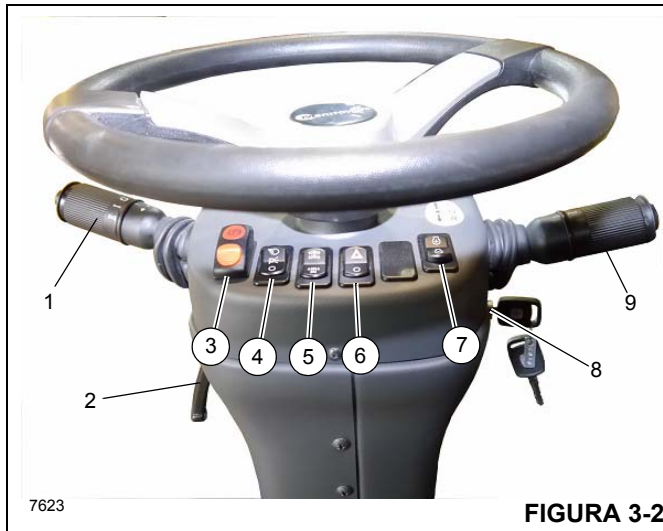

Figura 3-2 Números dos itens+
O conjunto da coluna de direção (Figura 3-2) é uma coluna de direção de pedestal inclinável e telescópica. Ela pode ser inclinada 30° para trás ou erguida verticalmente cerca de 60 mm (2.3 pol.) Inclui também a chave de ignição e outras chaves de controle (Figura 3-2).
A alavanca da sinaleira direcional, a buzina e os controles do limpador/lavador do para-brisa (1) (Figura 3-2) localizam-se no lado esquerdo da coluna de direção. Empurrar a alavanca da sinaleira direcional para baixo faz com a sinaleira direcional esquerda dianteira e a esquerda traseira pisquem. Empurrar a alavanca da sinaleira direcional para cima faz com a sinaleira direcional traseira direita e a dianteira direita pisquem.
A coluna de controle de direção pode ser girada aproximadamente 30° para trás e erguida cerca de 60 mm (2.3 pol.). Gire a alavanca de controle (2) (Figura 3-2) para baixo para travar a coluna de direção no lugar; girar a coluna de direção para cima libera a coluna de direção para ajuste.
A chave de controle do freio de estacionamento (3) (Figura 3-2) localiza-se na frente da coluna de direção. A chave é iluminada quando a chave estiver nas posições LIGADO ou PARTIDA. Esta chave de duas posições (LIGADO/DESLIGADO) é usada para acionar e liberar o freio de estacionamento no conjunto motor-transmissão. A luz indicadora do freio de estacionamento no mostrador do CCS acende quando a chave de pressão no sistema de liberação do freio é ativada e o freio é aplicado.
A chave dos faróis (4) (Figura 3-2) localiza-se na frente da coluna de direção. Este chave de três posições (DESLIGADO/Estacionamento/Farol) controla a operação das luzes dos instrumentos, dos LEDs das chaves e das luzes do marcador na dianteira, traseira e na lateral do guindaste. A chave é iluminada quando a chave estiver nas posições LIGADO ou PARTIDA.
A chave seletora do eixo de tração (5) (Figura 3-2) localiza-se na frente da coluna de direção. Esta chave de duas posições é usada para selecionar tração nas duas rodas (faixa alta) ou tração nas quatro rodas (faixa baixa). A chave controla uma válvula solenoide (energizada pela tração em duas rodas) que opera a faixa de velocidade e os cilindros de desconexão do eixo da transmissão. O fundo do ícone do mostrador de operação CCS fica amarelo quando o guindaste estiver no modo tração nas quatro rodas. Esse ícone piscará se, quando o motor estiver funcionando, a posição da chave for trocada quando a transmissão não estiver em neutro e o pedal do freio não estiver pressionado. O eixo de tração só pode ser alterado quando a alavanca de câmbio estiver em neutro e o pedal do freio estiver pressionado. A chave é iluminada quando a chave estiver nas posições LIGADO ou PARTIDA.
A chave seletora das luzes de perigo (6) (Figura 3-2) localiza-se na frente da coluna de direção. A chave tem duas posições (LIGADO/DESLIGADO) que fazem com que as
A chave de incremento/decremento (7) (Figura 3-2) é uma chave temporária de três posições em que a posição central fixa é a posição desligada. Use essa chave para ajustar a velocidade do motor. Pressione a parte superior ou inferior da chave de incremento/decremento para aumentar ou diminuir a baixa rotação do motor.
A chave de ignição (8) (Figura 3-2) localiza-se no lado direito da coluna de direção e sob a alavanca de câmbio (9).
A alavanca de câmbio (9) (Figura 3-2) localiza-se no lado direito da coluna de direção. A alavanca de controle aciona a válvula seletora da transmissão eletricamente. Posicionar a alavanca para cima aciona o avanço e posicionar a alavanca para baixo aciona a ré. Quando a alavanca está em neutro, ela permanece em um recorte. Para movimentar a alavanca para cima ou para baixo, puxe primeiro a alavanca para cima. A transmissão só pode ser mudada para Avanço ou Ré quando o pedal do freio está pressionado. Para mudar a transmissão para primeira, segunda ou terceira marcha, gire o botão para 1, 2 ou 3.